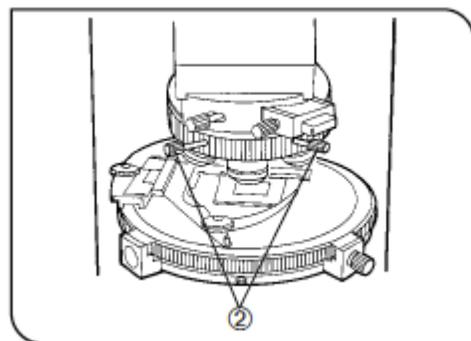

图 27
7. 将两个提供的对中扳手②插入用于起始孔的对中孔，物镜转换器的起始孔有 20 倍或 10 倍物镜。
8. 操控对中扳手②，将锥光图像中明亮的中心部分置于视野的中心（图 27）。